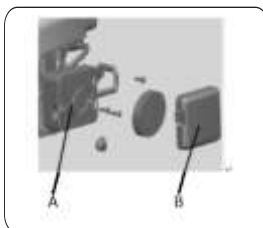

Рис. 18
**ОБСЛУЖИВАНИЕ ВОЗДУШНОГО ФИЛЬТРА** (Рис. 18).